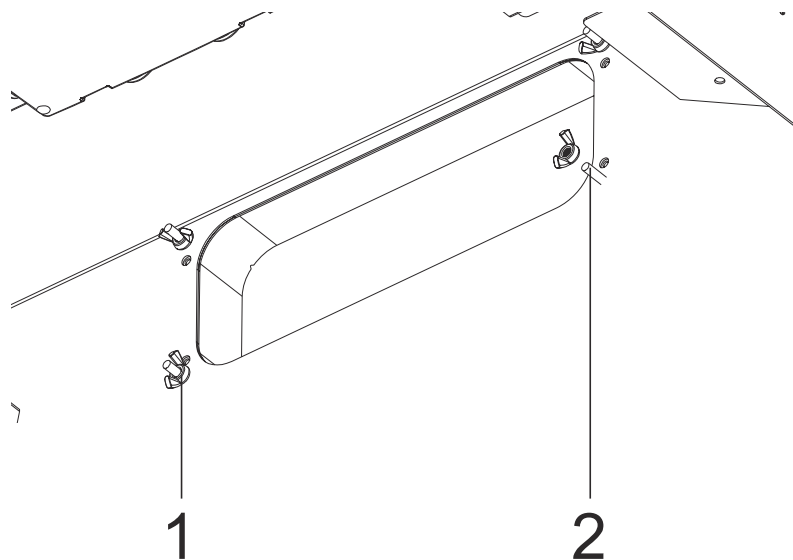

Fig. 33
8. Vip kantsug glasset i bunden af emhætte kabinettet ned og afmontere fedtfilterne (Fig. 33).
Placér nu aftrækskanalen hvor den rektangulære studs sidder fast i over til den rektangulære aftrækskanal på emhætten. (Fig. 33).
Fastmontere det nu med 4 skruer og gevind dertil (Fig. 33).